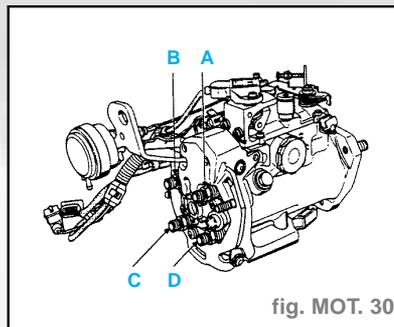

fig. MOT. 30
- Le positionnement de la clavette doit être dans l'axe de la sortie haute pression identifiée (C) (fig. MOT. 30).